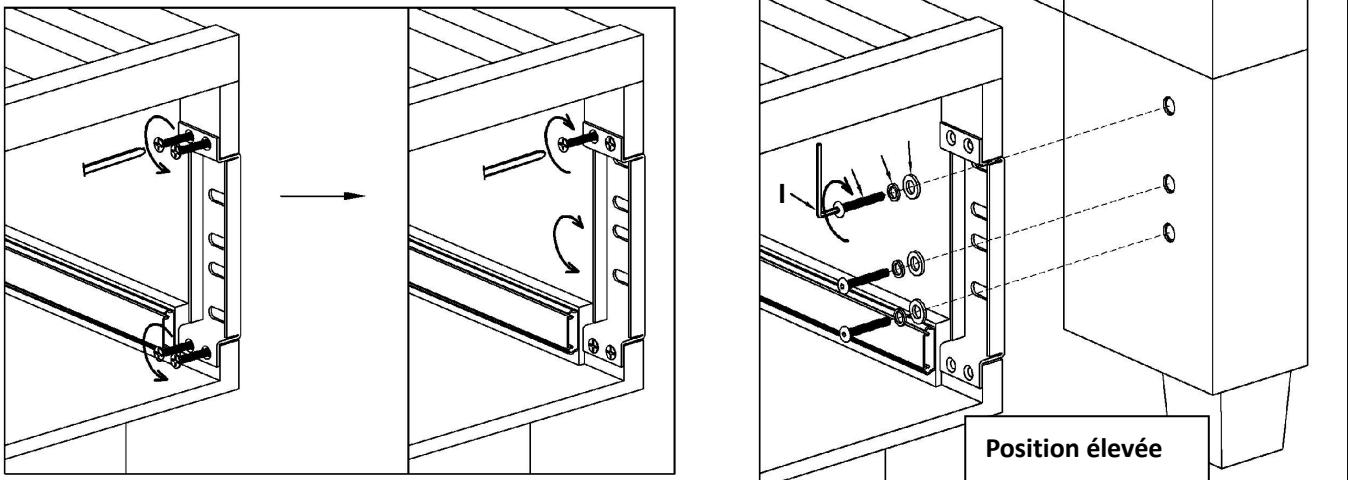

Fig. 6
27. Pour inverser le support : retirer les quatre vis du support à l'aide du tournevis cruciforme n° 2. Tourner le support à 180 degrés et remettre les vis. Répéter cette étape sur l'autre cadre latéral de rangement (A). Voir **Fig. 6**.
29. Serrer tous les boulons avec la clé hexagonale (I) fournie.